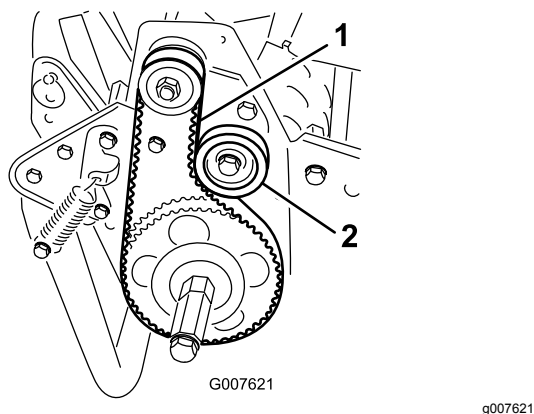

図 44
2. プーリー間の中央部で 図 44、18-22 N (1.8-2.3 kg) 程度の力でベルトを指で押して張りを点検する。
- A. アイドラプーリー固定ナットをゆるめ、プーリーをベルトの背に押しつけて、適当な張りを出す 図 44。